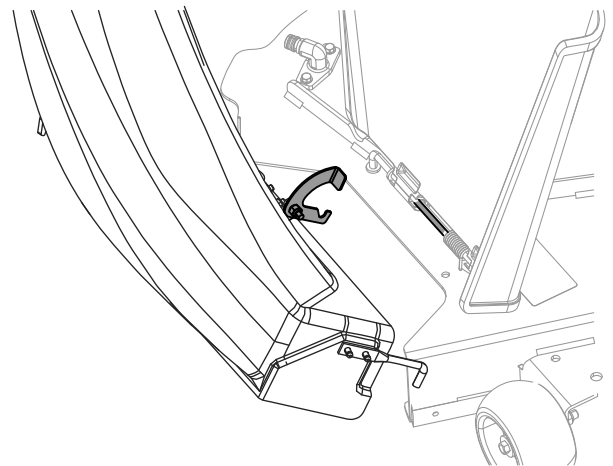

Figure 25
- Faites pivoter la goulotte en arrière pour la mettre de niveau avec le plateau de coupe (Figure 25).